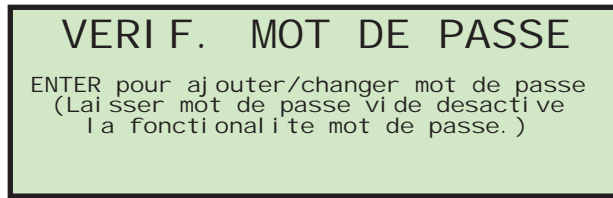

FIGURE 20 : Écran de vérification du mot de passe
- Appuyer sur **Enter**. L'écran **VÉRIF. MOT DE PASSE** (Figure 20) s'affichera pour rappeler à l'opérateur que laisser le mot de passe vide désactivera la protection par mot de passe.